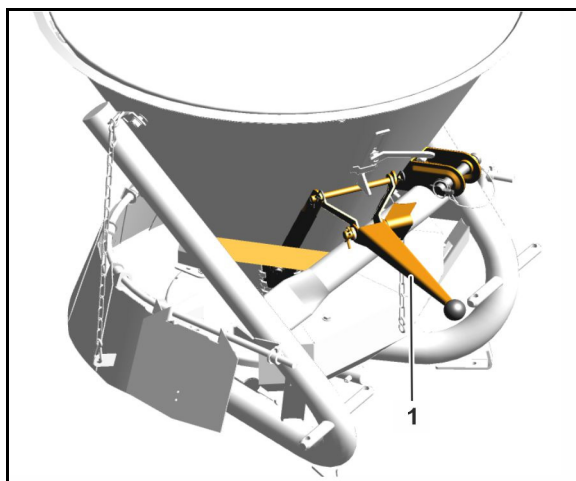

Bild 9
- För att **stänga** spridaröppningen, för handspaken (Bild 9/1) till dess översta läge.
- För att **öppna** spridaröppningen, för handspaken (Bild 9/1) nedåt till stoppet på spridningsmängdsinställningen.